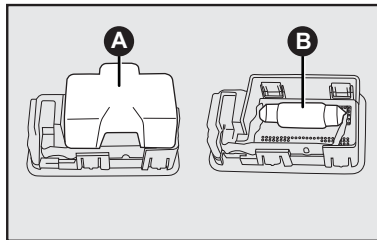

fig. 28
- retirar a tampa plástica **A-fig. 28** puxando-a para cima, para acesso à lâmpada;
- substituir a lâmpada **B-fig. 28**;
- recolocar a tampa **A-fig. 28** fazendo uma leve pressão;